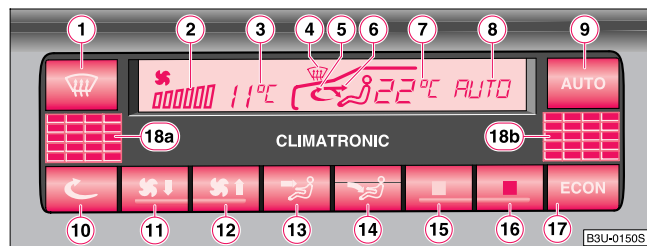

Fig. 102 Climatronic: elemente de comandă
Mențineți apăsată tasta  ⇒ pagina 110, Fig.102 iar apoi apăsați tasta . Pe display este afișată unitatea de măsură a temperaturii.
– apăsați tastele sau ⇒ pagina 110, Fig. 102 până când va fi reglată temperatura dorită.
Numărul liniilor de pe display ⇒ pagina 110, Fig. 102 indică treapta de ventilație.